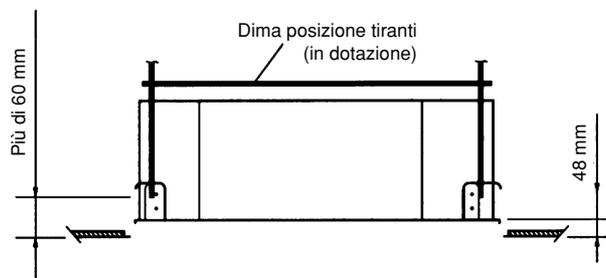

Fig. 3-4
- (4) Rimuovere il bloccaggio in cartone dal ventilatore dell'unità usato come protezione per il trasporto.
- (5) Regolare la distanza tra l'unità ed il controsoffitto (48 mm) agendo sui bulloni dei tiranti utilizzando come misura il distanziale a corredo. (Fig. 3-4).